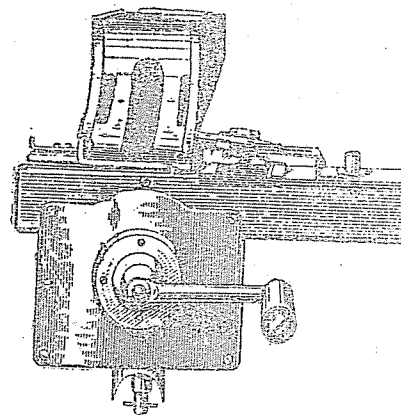

Рис. 72. Машинка для снаряжения патронных лент
3. Для снаряжения при помощи машинки (рис. 72) укрепить машинку на столе; вставить лоток и закрепить его; нажать защелку крышки и открыть крышку; вставить ленту открытой частью звена вверх так, чтобы фиксирующий выступ пружинящего отростка звена прикасался к стенке приемника машинки; закрыть крышку; насыпать в лоток патроны и набивать ленту, вращая рукоятку.